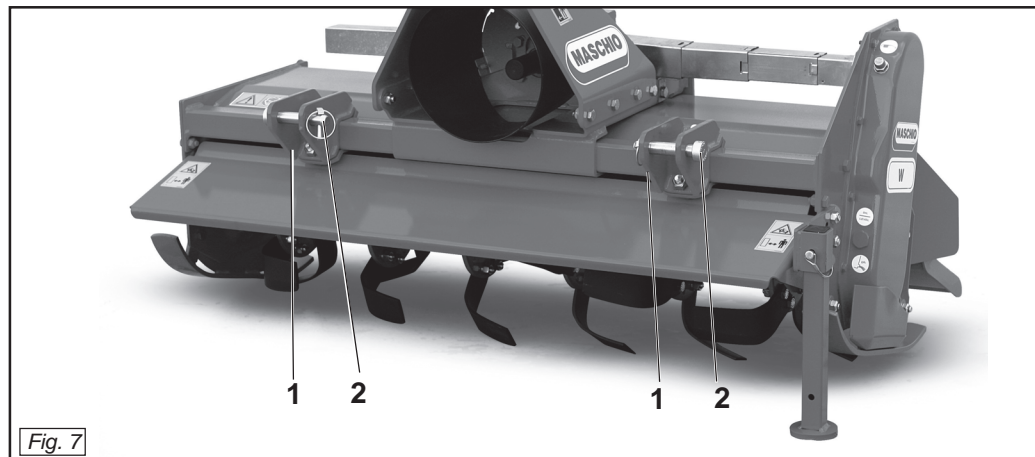

Fig. 7
In base alle dimensioni specifiche di questi tipi di attacchi dei trattori è necessario determinare la posizione più favorevole della macchina spostando opportunamente le piastre (1 Fig. 7) e inserendo i perni (2 Fig. 7) nei fori corrispondenti al giusto diametro delle parallele del trattore.
Le piastre vanno montate sempre e solo come mostrato in Fig. 7, con i fori posizionati anteriormente al tubo quadro.
*Depending on the precise dimensions of these two types of hitches, find the best position for the machine by moving the plates (1 Fig. 7) along and inserting the pin (2 Fig. 7) in the holes corresponding to the correct diameter for the tractor's parallel arms.*
*The plates must always and only be mounted as shown in Fig. 7 with the holes towards the front of the square tubular.*
En fonction des dimensions spécifiques de ces types d'attelages des tracteurs il faut déterminer la position la plus favorable de la machine en déplaçant, les plaques (1 Fig. 7) et introduire les axes (2 Fig. 7) dans les trous correspondant au bon diamètre des parallèles du tracteur.
Les plaques doivent obligatoirement être montées comme illustré dans la Fig. 7, en utilisant les trous placés à l'avant du tube carré.
*Alle Maschinen können an jedem beliebigen Schlepper mit Universal-Dreipunktaufhängung der 1. Kategorie angebaut werden. Aufgrund der spezifischen Abmessungen dieser beiden Schlepperanschlüsse kann man die günstigste Position der Maschine festlegen, indem man die Platten (1 Abb. 7) und die Bolzen (2 Abb. 7) in die entsprechenden Bohrungen mit dem richtigen Durchmesser auf dem Schleppergestänge einsteckt.*
*Die Platten dürfen nur und ausschließlich so montiert werden, wie es in Abb. 7 gezeigt ist, nämlich mit den Bohrungen, die vor dem Vierkantrohr angeordnet sind. Der Hersteller haftet nicht für die Beschädigung der Maschine oder des Schleppers infolge der Nichtbeachtung dieser Angabe.*
Todas las máquinas pueden ser adaptadas a cualquier tractor dotado de enganche universal de tres puntos de 1ª categoría. En relación a las dimensiones específicas de estos tipos de enganche de los tractores hace falta determinar la posición más favorable de la máquina desplazando oportunamente las placas (1 Fig. 7) e introduciendo los pernos (2 Fig. 7) en los orificios correspondientes al correcto diámetro de las paralelas del tractor.
Las placas deben ser montadas siempre y solamente según lo indicado en la Fig. 7 con los orificios posicionados delante del tubo cuadrado.
- 1) Accostare le parallele del sollevatore ponendole all'interno delle piastre (1 Fig. 7), inserire il perno (2 Fig. 7) nel foro predisposto e bloccare con le copiglie a scatto.
- 1) Near the lift bars, setting them in the most suitable plates (1 Fig. 7). Insert the pin (2 Fig. 7) into the relative hole and lock in place with the snap-in split pins.
- 1) Approchez les barres du relevage en les plaçant à l'intérieur des plaques les plus appropriées (1 Fig. 7), introduisez l'axe (2 Fig. 7) dans le trou correspondant et bloquez par les goupilles à encastrement.
- 1) Die Lenker des Krafthebers annähern und in die am besten geeigneten Platten schieben (1 Abb. 7). Den Bolzen (2 Abb. 7) in das Loch stecken und mit dem einrastenden Splint blockieren.
- 1) Acercar las barras del elevador poniéndolas dentro de las placas más indicadas (1 Fig. 7), introducir el perno (2 Fig. 7) en el orificio y bloquear con los pasadores de resorte.